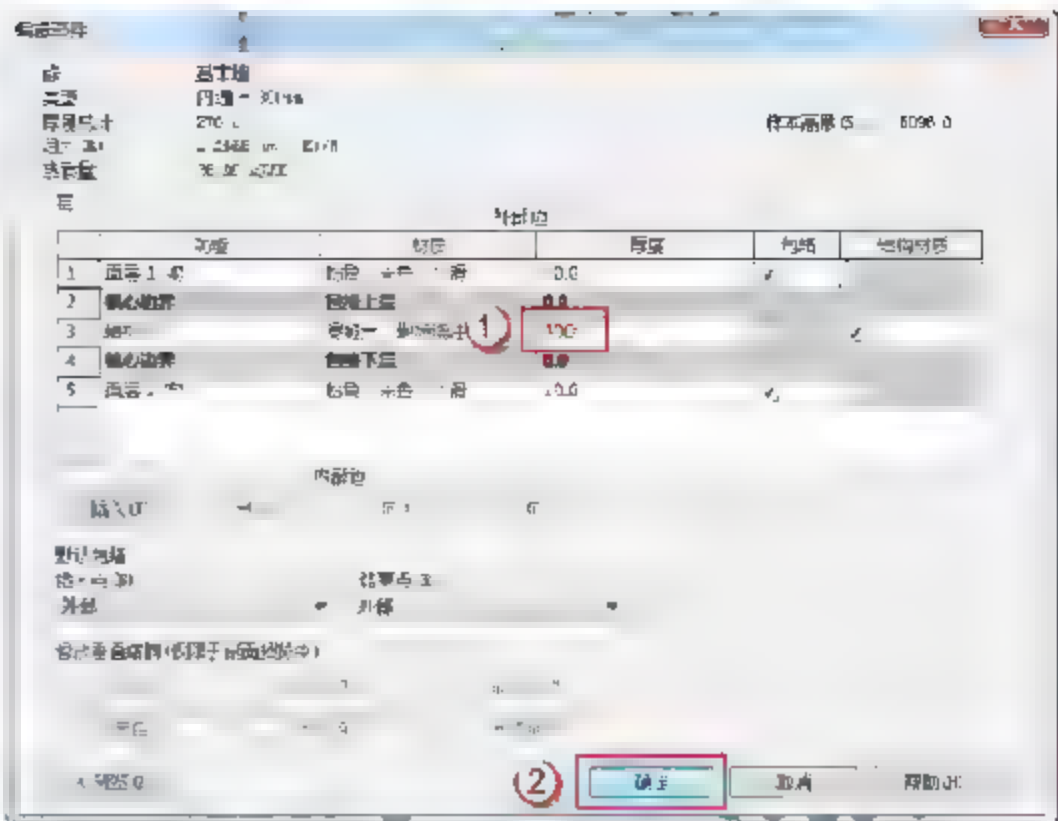

图 9.1.45 设置“结构[1]”的厚度
(18) 设置“结构[1]”的厚度。在返回的“编辑部件”对话框中，在“厚度”参数下，将结构[1]的厚度由“250mm”改为“300mm”，单击“确定”按钮，如图 9.1.45 所示。